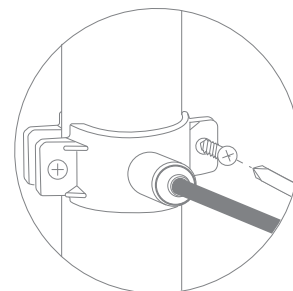

Рис. 11
5. Прочно закрепите хомут на дренажной линии с помощью винтов, одновременно совмещая отверстие в штуцере и дренажной линии (рис. 11). Винты крепления необходимо затягивать равномерно (без перекоса), чтобы обе части хомута располагались параллельно.